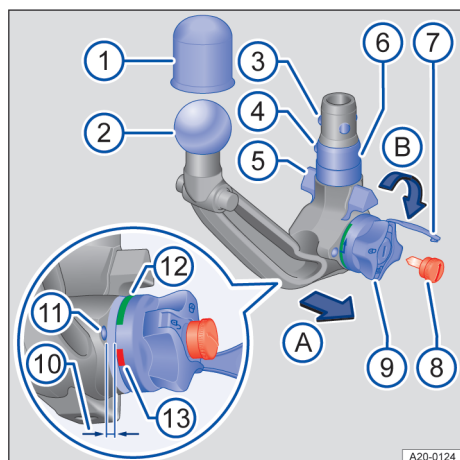

Fig. 158 Prezentare generală: cuplă de tractare detașabilă.
4. Detașați capacul încuietorii → fig. 158 ⑦ de pe încuietoarea de la rozetă.
5. Introduceți cheia → fig. 158 ⑧ în încuietoare și rotiți în sens antiorar.
6. Țineți dispozitivul de remorcare → fig. 158 ② cu o mână → ▲.
7. Cu cealaltă mână extrageți rozeta → fig. 158 ⑨ în sensul săgeții A și țineți-o în această poziție.
8. Rotiți rozeta → fig. 158 ⑨ până la capăt în sensul săgeții B.
9. Țineți rozeta → fig. 158 ⑨ în această poziție și extrageți dispozitivul de remorcare pe jos ② din locașul de fixare. Dispozitivul de remorcare se fixează și este pretensionat.
2. Cu cealaltă mână rotiți rozeta → fig. 158 ⑨ în sensul săgeții B până la capăt.
3. Presați bila → fig. 158 ④.
4. Rotiți rozeta → fig. 158 ⑨ înapoi, în sens antiorar.
5. Eliberați bila → fig. 158 ④. Rozeta nu mai este detașată de pe dispozitivul de remorcare. Dispozitivul de remorcare este acum detensionat.
6. Rotiți cheia → fig. 158 ⑧ în sens orar și extrageți-o. Depozitați cheia în caseta de depozitare.
7. Închideți capacul încuietorii → fig. 158 ⑦.